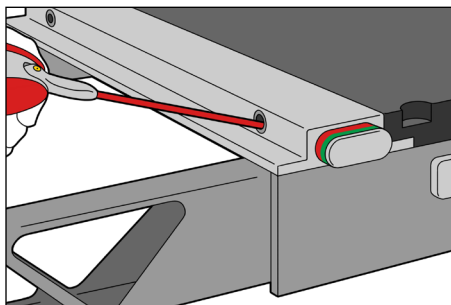

Fig. 4
4. Spreja smörjmedel i mottagarhålen. (Fig. 4)
6. Spreja smörjmedel i mottagarhålen igen. (Fig. 4)